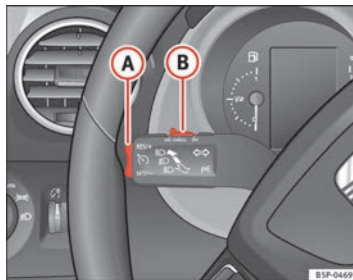

Abb. 152 Blinker- und Fernlichthebel: Schalter und Wippe für die Geschwindigkeitsregelanlage
- Drücken Sie den unteren Teil der Wippe **SET/-** ⇒ Abb. 152 **(A)** einmal kurz, wenn die zu speichernde Geschwindigkeit erreicht worden ist.